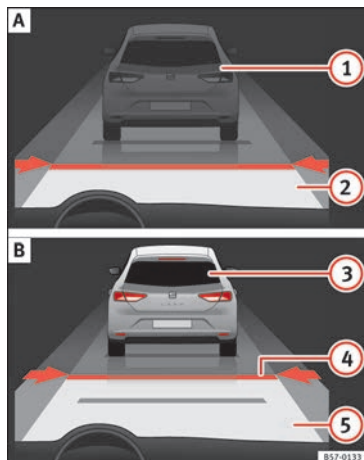
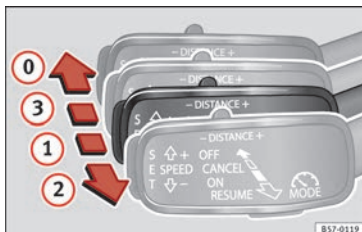

Fig. 195 En la pantalla del cuadro de instrumentos: (A) ACC inactivo (Standby). (B) ACC activo.
Fig. 197 A la izquierda de la columna de la dirección: tercera palanca para manejar el control adaptativo de velocidad.
Indicaciones en la pantalla » **fig. 195:**
de y en la pantalla se muestra la velocidad programada y el estado del ACC » **fig. 195**.
lanca hacia la posición **2** » **fig. 197** o pulse la tecla **SET** respectivamente.
La velocidad programada puede modificarse con el vehículo detenido o durante la conducción según se desee. Cualquier modificación en la velocidad programada se visualizará en la parte inferior izquierda de la pantalla del cuadro de instrumentos » **fig. 195**.
• Para activar el ACC, con la tercera palanca situada en la posición ① se debe pulsar la tecla **SET** o se debe desplazar la tercera palanca del ACC hasta la posición ② » **fig. 197**. En ese momento la imagen del ACC en la pantalla del cuadro de instrumentos pasará a modo **Activo** » **fig. 195**.
Para desconectar el ACC desplace la palanca a la posición ③ » **fig. 197** (encastrada). En ese momento aparece el texto **ACC desactivado** y la función queda completamente desactivada.
Si no se desea desconectar el ACC sino pasarlo de forma temporal a modo inactivo (Standby), desplace la tercera palanca a la posición ③ » **fig. 197** o pise el pedal del freno.